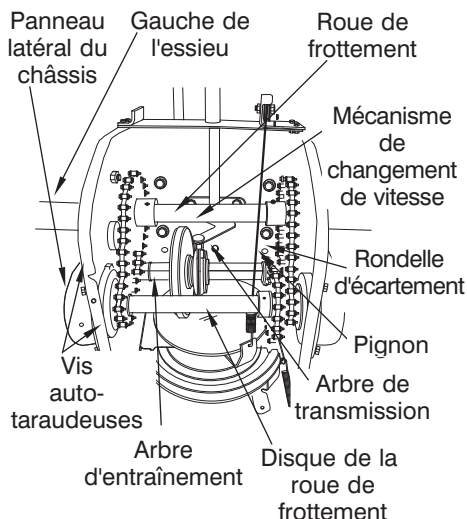

FIGURE 30
- Retirez les quatre vis autotaraudeuses du panneau latéral du châssis du côté gauche et démontez le panneau qui couvre l'arbre d'entraînement. Voir la Figure 30.
- Faites glisser la roue de frottement sur le mécanisme de changement de vitesse, comme à la Figure 30, et remplacez l'arbre de transmission sur la machine. Remontez dans l'ordre inverse.